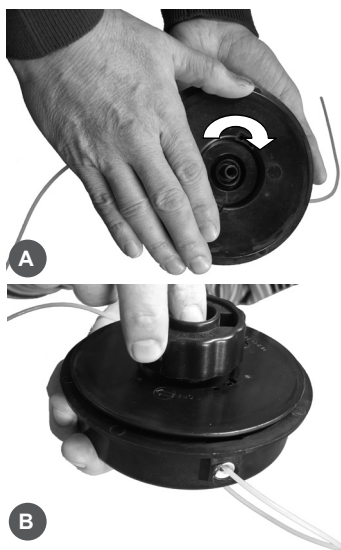

Рис. 19
5. Поверните катушку по часовой стрелке примерно на 10° и зафиксируйте ее в корпусе (Рис.19А). Закрутите гайку крепления катушки (Рис.19В).